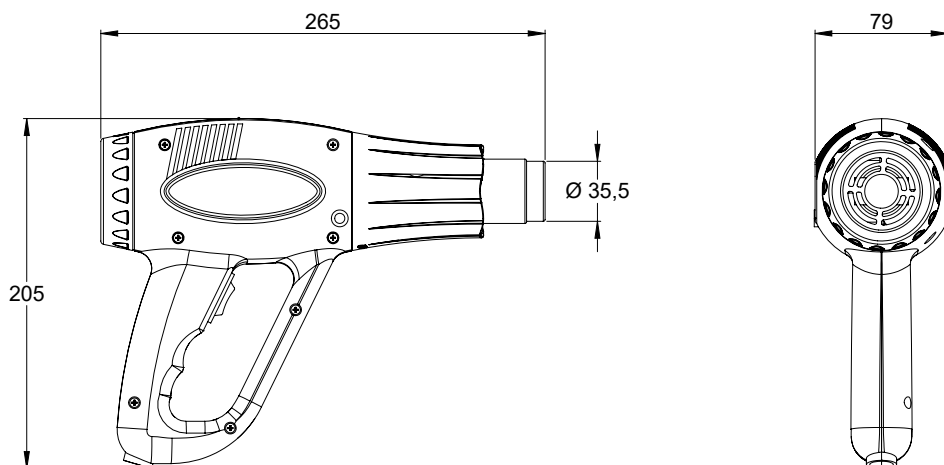

FIGURA 03 – Soprador Térmico – 3 Vistas
1. VERIFICAR se todas as partes do Soprador Térmico (01) estão presentes conforme a lista a seguir, e íntegras (sem rachaduras, mossas, arranhões, oxidação ou quaisquer outros defeitos), em especial o Interruptor LIGA/DESLIGA (09) (figura 03);